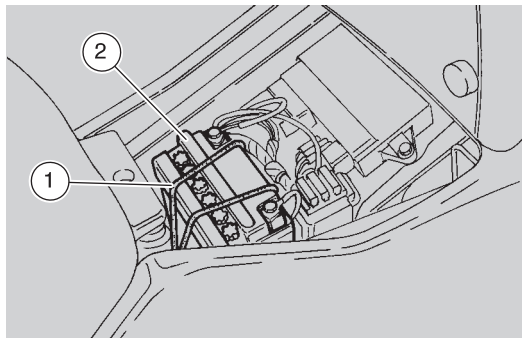

Fig. 52
- enlever l'élastique (1-Fig. 52);
- extraire la batterie (2-Fig. 52);